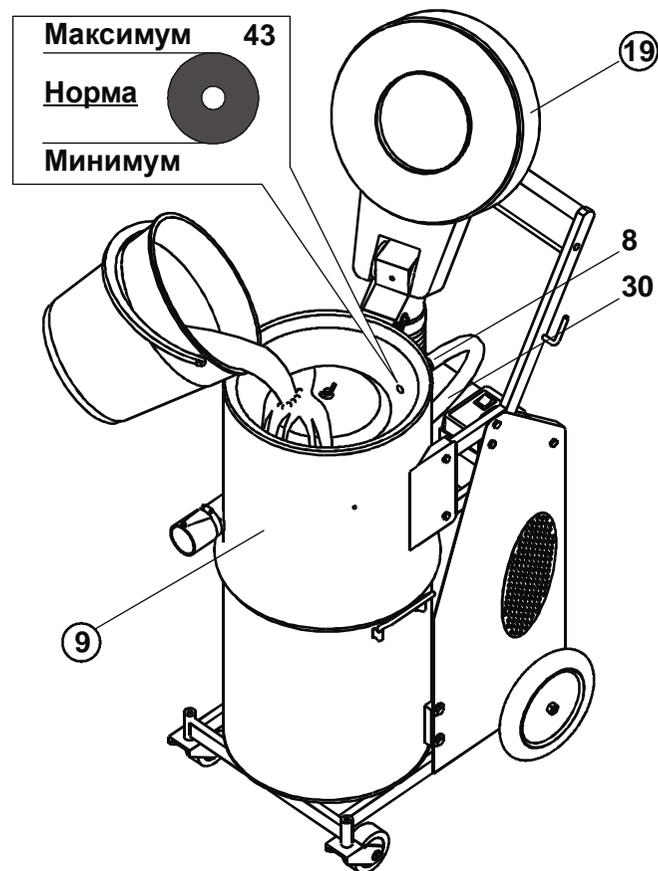

Рисунок 5. Заправка водой.
7.3.12. Залить чистую воду в соответствии с п.7.1.1 (Рисунок 5).
7.1.1. Перед началом работы необходимо заправить бак 9 водой. Для этого, убедившись, что шланг для слива воды 30 надет на заглушку 8, открыть крышку 19 и залить в бак 8-10 л воды. На внутренней поверхности бака расположены метки уровня воды 43 (Рисунок 5). Нормальный уровень воды должен находиться в пределах метки.